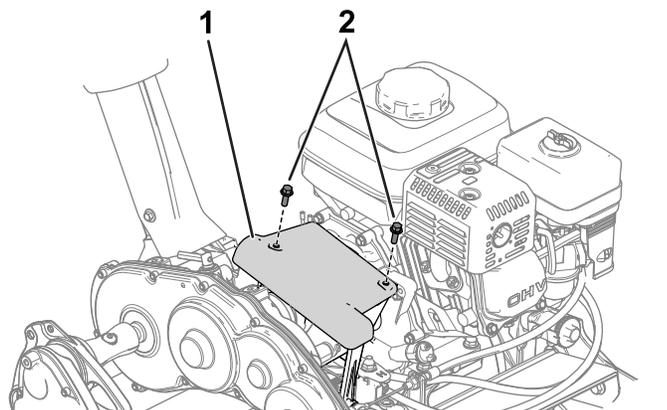

Bild 35
1. Durch Entfernen des Kupplungsdeckels (Bild 35) können Sie auf die Reibscheibe und die Druckplatte zugreifen.